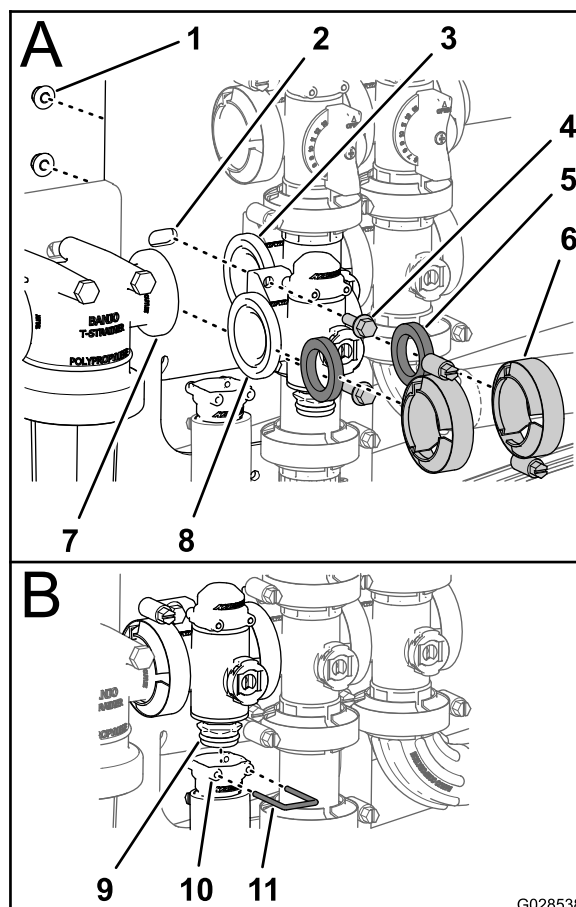

Рисунок 123
1. Установите прокладку между фланцами коллектора клапана управления нормой внесения и головкой фильтра линии нагнетания (Рисунок 123А).
2. Смонтируйте коллектор клапана управления нормой внесения, прокладку и головку фильтра линии нагнетания с помощью фланцевого хомута, затянув его от руки (Рисунок 123А).
3. Установите прокладку между фланцами клапана управления нормой внесения и коллектором клапана перемешивания (Рисунок 123А).
фланцевого хомута, затянув его вручную (Рисунок 123А).
5. Присоедините клапан управления нормой внесения к опоре крепления при помощи 2 болтов с фланцевыми головками и 2 фланцевых контргайк (Рисунок 123А), снятых при выполнении действий, описанных в пункте 3 раздела Снятие коллекторного клапана управления нормой внесения \(страница 89\), и затяните гайку и болт с моментом от 10 до 12 Н·м.
6. Установите выпускной штуцер на штуцер муфты в нижней части коллектора клапана управления нормой внесения (Рисунок 123В).
7. Прикрепите выпускной штуцер к штуцеру муфты, вставив держатель в гнездо выпускного штуцера (Рисунок 123В).